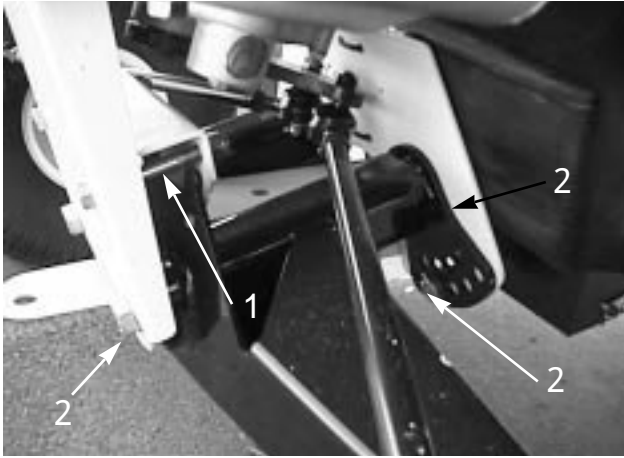

図 33
2. リミットボルト（図33）を外す。
3. Aフレームのセンターリングボルト（図33）をゆるめる。
4. 乗車高さ調整ボルト（図33）を取り外す。
- 5 . 前Aアームを所望位置に回し（以下の注を参照）乗車高さ調整ボルトを取り付ける（図33）。
- 7 . リミットボルトを元通りに取り付ける（図33）。